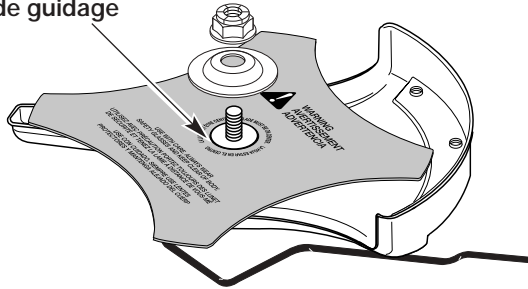

Figure 12
- Assurez-vous que la lame de coupe est centrée sur le pas de guidage et qu'elle repose à plat contre la bague de l'arbre de sortie (Fig. 12).